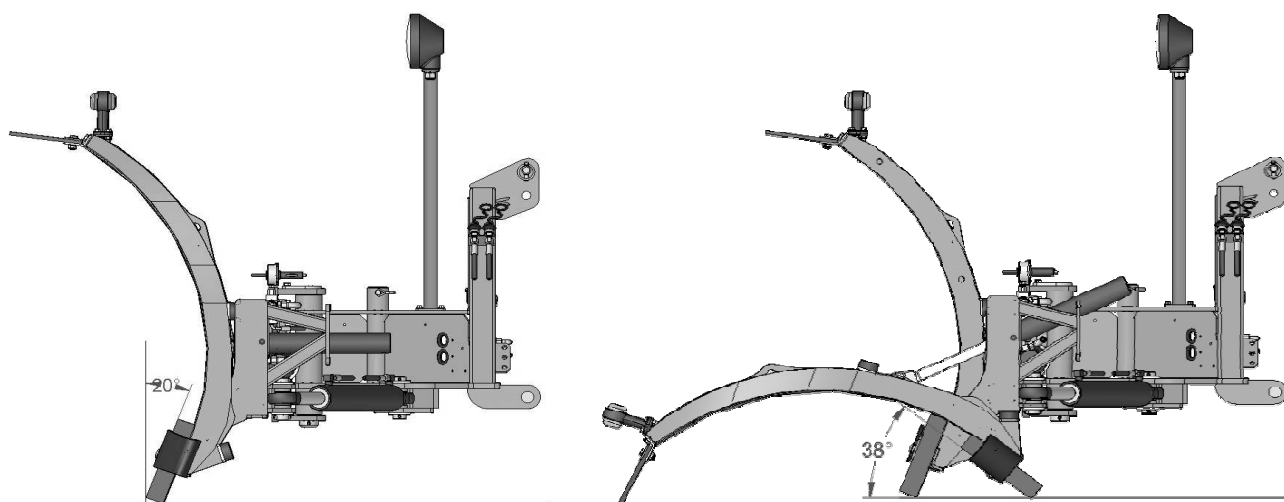

Fig. 10. Les lames battantes
- **système d'inclinaison versoir partagé**, après avoir atteint un obstacle on dépose sous un angle de 70° de sorte que le chasse-neige peut facilement surmonter les obstacles. Le mécanisme d'inclinaison des versoirs (**Fig. 10**) avec racles en caoutchouc permet de surmonter les obstacles relativement importants. Notez, cependant, que si le caoutchouc de la lame est usé, par exemple: 5 cm - l'obstacle à surmonter de 5 cm doit être plus bas. Si vous nettoyez la neige sur le sol où il ya de fortes barrières il faut souvent changer les lames en caoutchouc. Le chasse-neige **Storm** a deux versoirs indépendants battants hydrauliques sécurisés avec un dépôt de puissance réglable. Le réglage par défaut de la force le dépôt du versoir est d'environ 1 T.